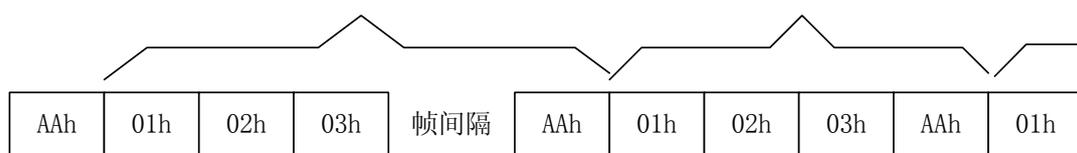

图 5.25 帧起始字节为 01h、结束字节为 AAh 时的分包情况
3. “帧起始字节”和“帧结束字节”两个同时有效时。按“帧起始字节”和“帧结束字节”同时成立才分帧，“帧起始字节”之前，“帧结束字节”之后的数据丢弃。现假设“帧起始字节”是 01h，“帧结束字节”是AAh，如图 5.25 所示进行分包。共分 2 包（最后一个字节 01h还没找到“帧结束字节”是Aah，所以不能算已经分包），帧间隔不作为分包条件。